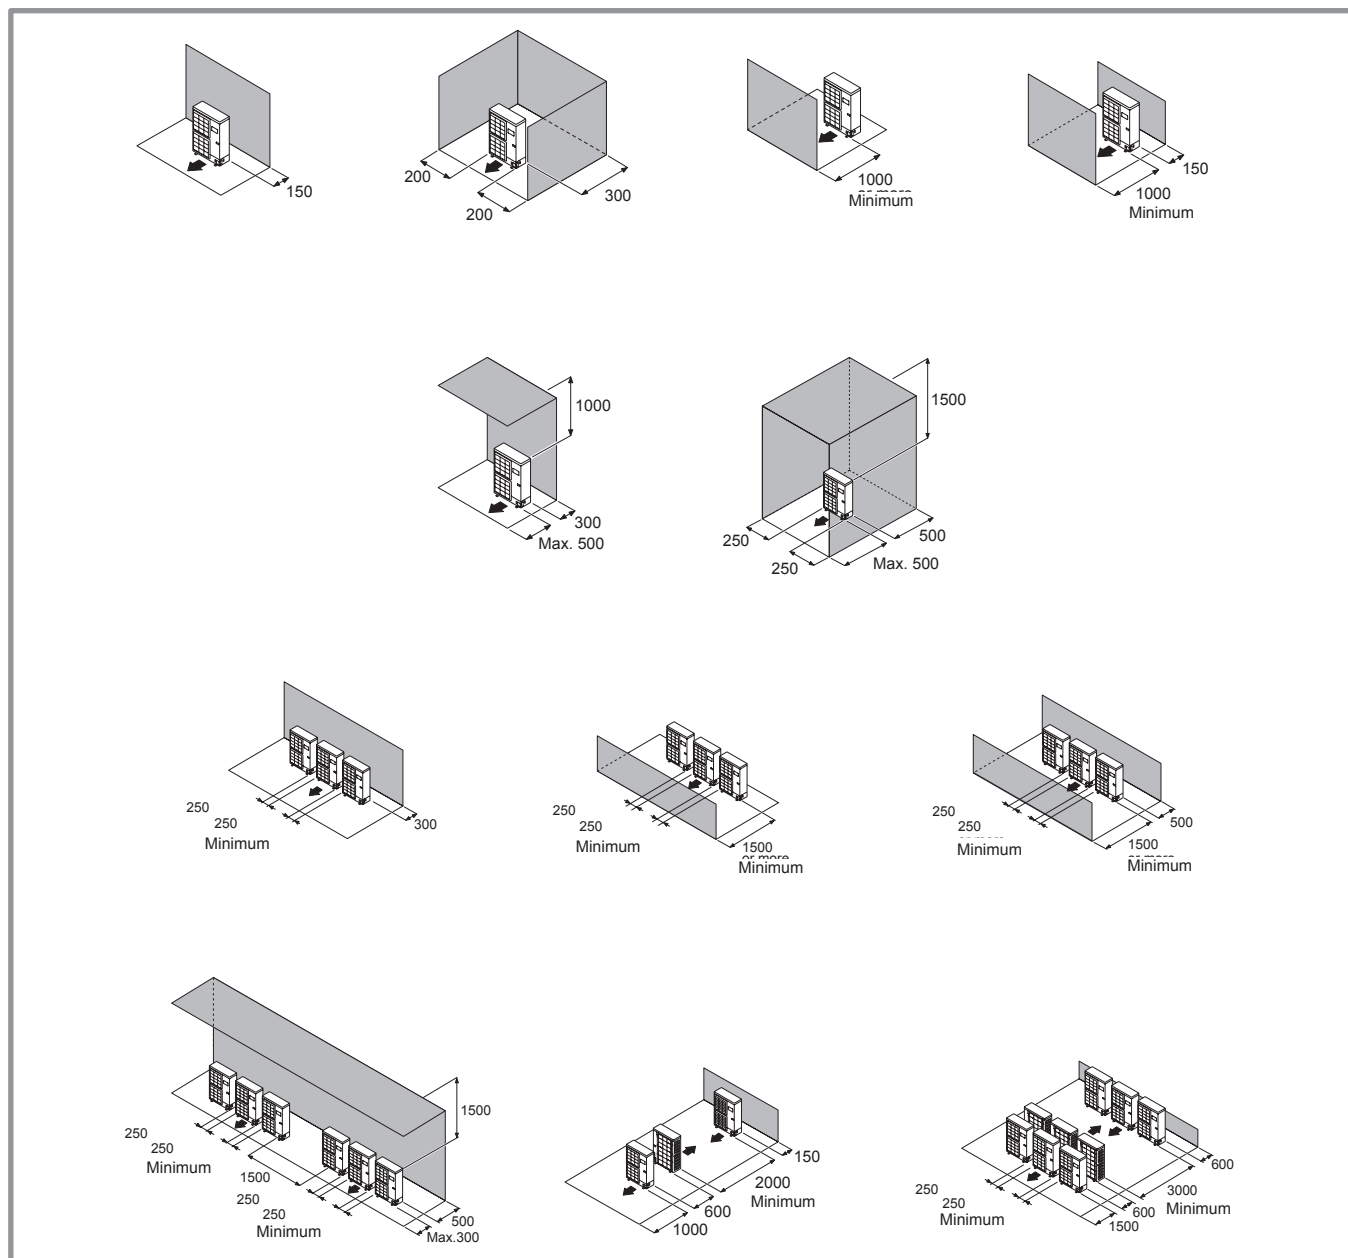

figure 13 - Dégagements minimum d'installation autour de l'unité extérieure (tous modèles)
- ☞ **L'unité extérieure doit exclusivement être installée à l'extérieur (dehors). Si un abri est requis, il doit comporter de larges ouvertures sur les 4 faces et respecter les dégagements d'installation (figure 13).**
- L'appareil doit être parfaitement accessible pour les travaux d'installation et de maintenance ultérieurs (figure 13).
- Aucun obstacle ne doit entraver la circulation de l'air à travers l'évaporateur et en sortie du ventilateur (figure 13).